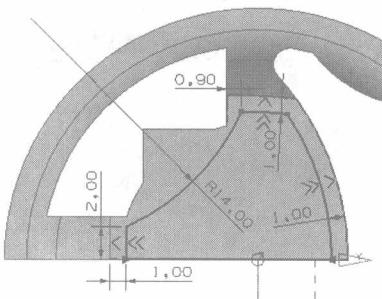
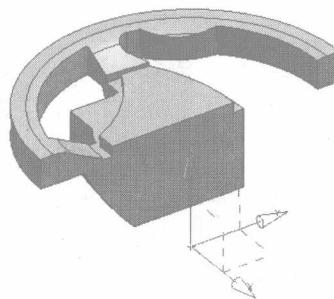

图1-19
图1-20
- (1) 在菜单栏中选取【插入】/【设计特征】/【设计特征】命令，弹出【拉伸】对话框，激活【草图截面】，弹出【创建草图】对话框。
- (2) 设置类型为【在平面上】方式，选取上一步创建拉伸特征的实体面作为草绘的平面，单击【确定】按钮进入草图，绘制图 1-19 所示的图形。
- (3) 在【草图生成器】工具条中单击【完成草图】按钮，退出草绘界面，返回【拉伸】对话框。
- (4) 在【限制】栏中设置拉伸的距离为“1”。
- (5) 在【布尔】栏中设置布尔的方式为【求和】，单击【确定】按钮创建拉伸特征，如图 1-20 所示。